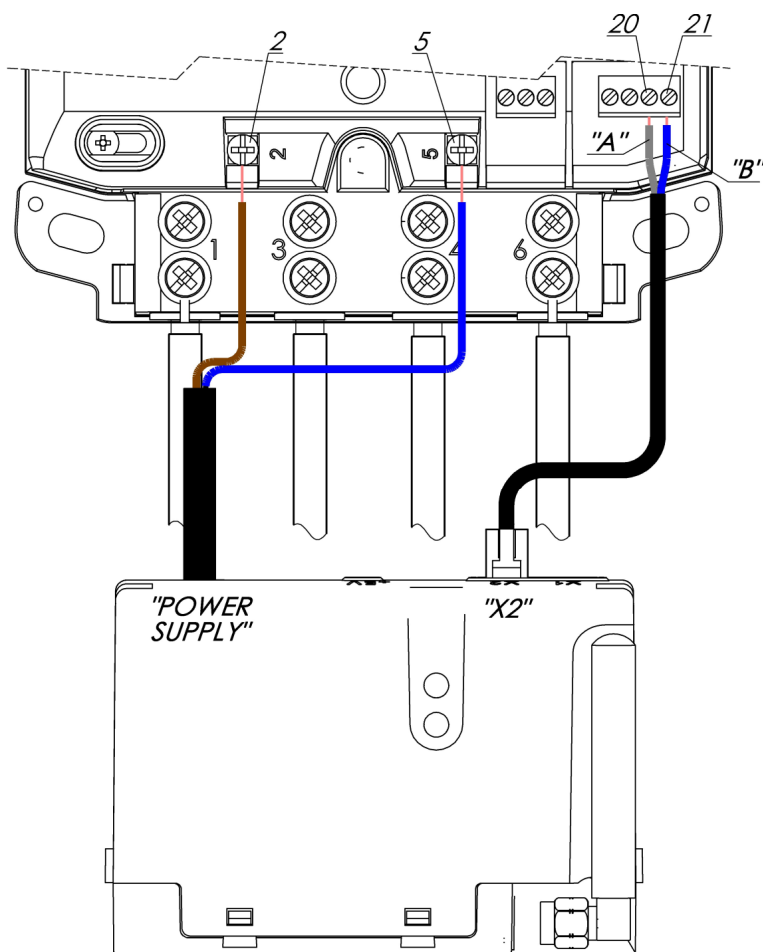

Рис. 1-Г Типичное подключение RF-RS для однофазных счетчиков
- кабель питания модема подключается к зажимам 2 и 5 счетчика (рисунок 1-Г);